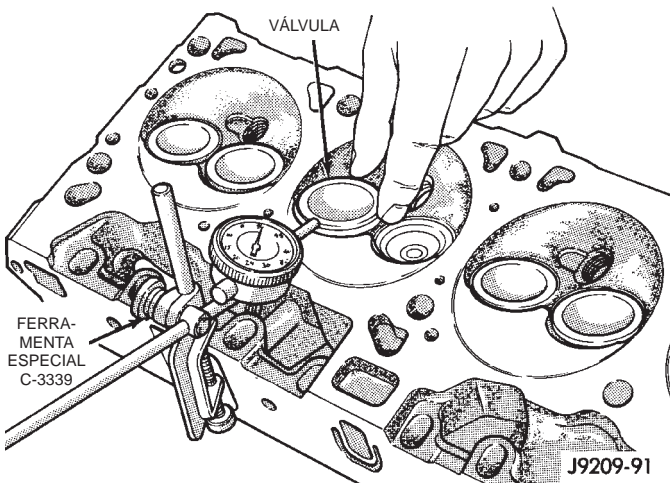

Fig. 63 Medição do Uso da Guia da Válvula
(2) Fixe a Ferramenta C-3339 do Indicador de Quadrante ao cabeçote de cilindros e ajuste-o no ângulo direito da espiga cilíndrica da válvula que está sendo medida (Fig. 63).
(3) Mova a válvula para/do indicador. A leitura total do indicador de quadrante não deve exceder 0,432 mm (0,017 pol.). Alargue as guias para as válvulas com espigas cilíndricas de tamanho grande se a